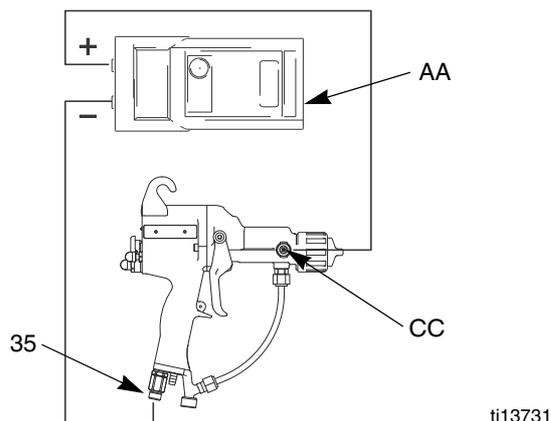

Fig. 9. Prueba de resistencia de la pistola
Mida la distancia entre la placa giratoria de aire (35) y la caja de enchufe de la sonda de carga (CC) (véase la FIG. 9); debería ser de 70-95 megaohmios. Si está fuera de estos límites, compruebe el suministro de energía y la resistencia del cañón. Si está dentro de los límites, compruebe la resistencia de la sonda de carga.
Mida la resistencia entre el resorte de metal en la sonda de carga (DD) y la punta de la sonda de carga (BB) (véase la FIG. 9); debería ser de 15-30 megaohmios. Si está fuera de los límites, sustituya la sonda de carga. Si está dentro de los límites, inspeccione el resorte y la caja de enchufe del cañón en busca de causas posibles de continuidad deficiente. Vuelva a montar la sonda de carga y vuelva a ensayar la resistencia de la pistola.